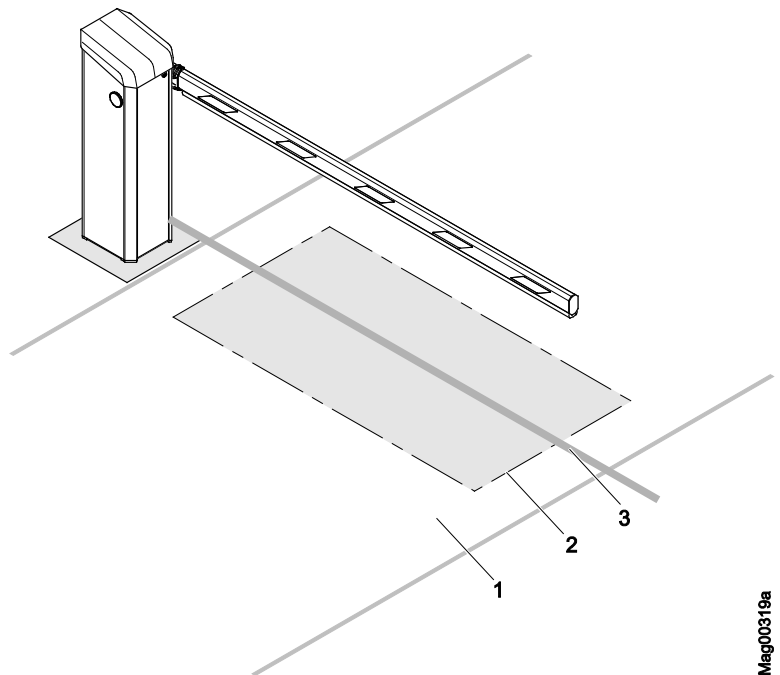

Abb. 16: Beispiel für Anordnung einer Induktionsschleife PKW-Betrieb
- Der Abstand der Induktionsschleife zum Fahrbahnrand sollte ca. 300 bis 500 mm betragen. → Siehe auch Abb. 16.